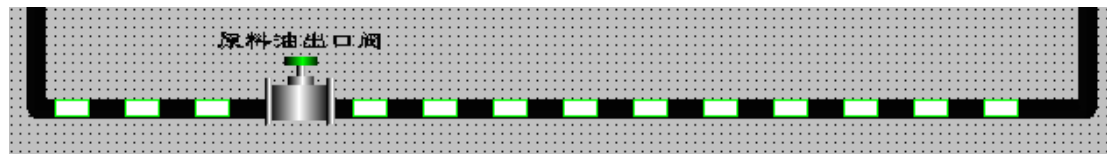

图3-4 管道中绘制液体
(2) 选择工具箱中的“矩形”工具，在原料油管道上画一小方块，宽度与管道相匹配，(颜色最好区分于管道的颜色)然后利用“编辑”菜单中的“拷贝”、“粘贴”命令复制多个小方块排成一行作为液体，如图3-4所示。